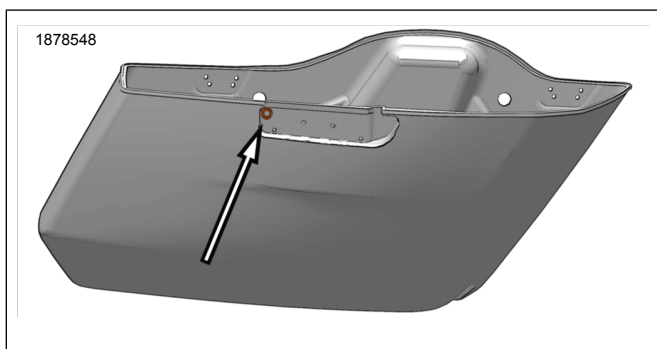

Figura 2. Zona de perforación del agujero superior de la alforja
1. Vea la Figura 2. Perfore el paso de cables superior en la alforja.